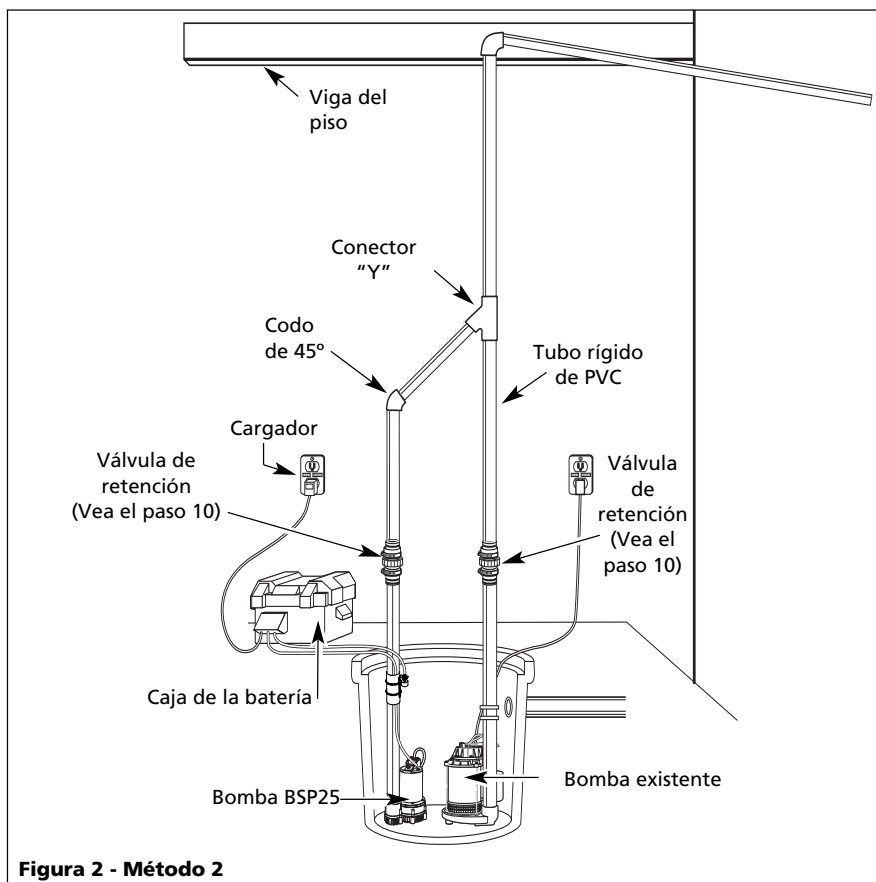

Figura 2 - Método 2
**NOTA:** Las válvulas de retención pueden colocarse directamente en la descarga de la bomba si lo desea. Sin embargo, para desarmar más fácilmente, se recomienda que las válvulas de retención se coloquen por encima del sumidero, como se muestra en la Figura 2.